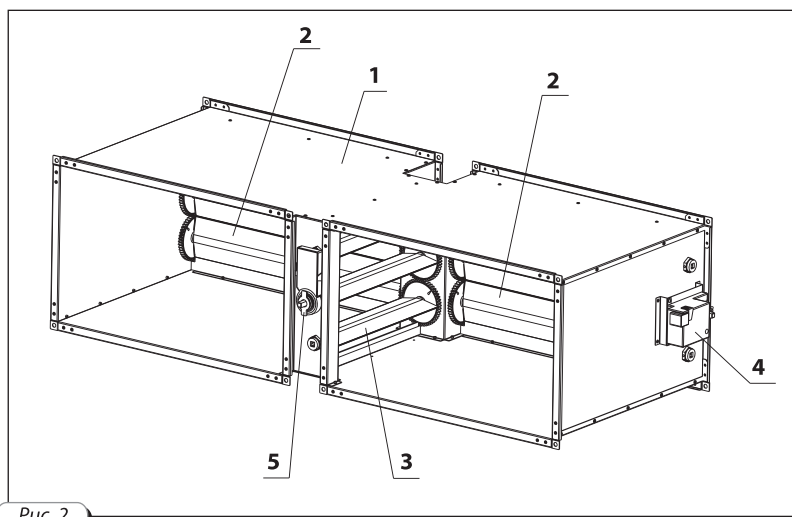

Рис. 2
**СКРА** (рис.2) состоит из металлического корпуса 1, внутри корпуса расположены сопряженные между собой заслонки: заслонки перекрытия 2 и заслонка подмеса 3. Смесительная камера **СКРА** оборудована двумя сервоприводами, позволяющими плавно регулировать поток воздуха. Напряжение питания приводов 24В. Приводы плавно регулируются управляющим сигналом 0-10В, определяя тем самым соотношение расходов приточного и рециркуляционного воздуха (от 0 до 100%). Изображение некоторых режимов работы **СКРА** показано на рис.3. Тип приводов для каждой смесительной камеры выбирается согласно таблице 1. Каждый привод снабжен специальным фиксатором, предотвращающим его вращение.